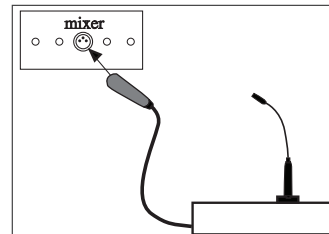

Figura 2
2. Equipado com módulo de alimentação integrado, é necessária uma alimentação fantasma externa de 12V ~ 48V. (Figura 2)